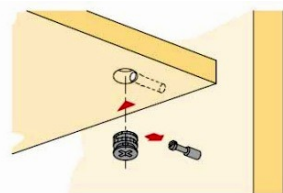

Рис.2 Схема установки эксцентрика
4. Установить эксцентрики на боковины (дет.№ 3) и штоки эксцентриковых стяжек на крышу (деталь №1) и ребро (дет.№15) (Рис.2);